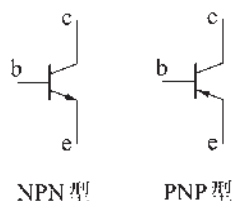

图 2-20
(1) 认识电路图中的三极管。三极管也是用半导体材料做成的。三极管在电路中的符号如图 2-20 所示,用英文字母 V 表示,按它内部构成的方式可分为 PNP 型和 NPN 型两种。